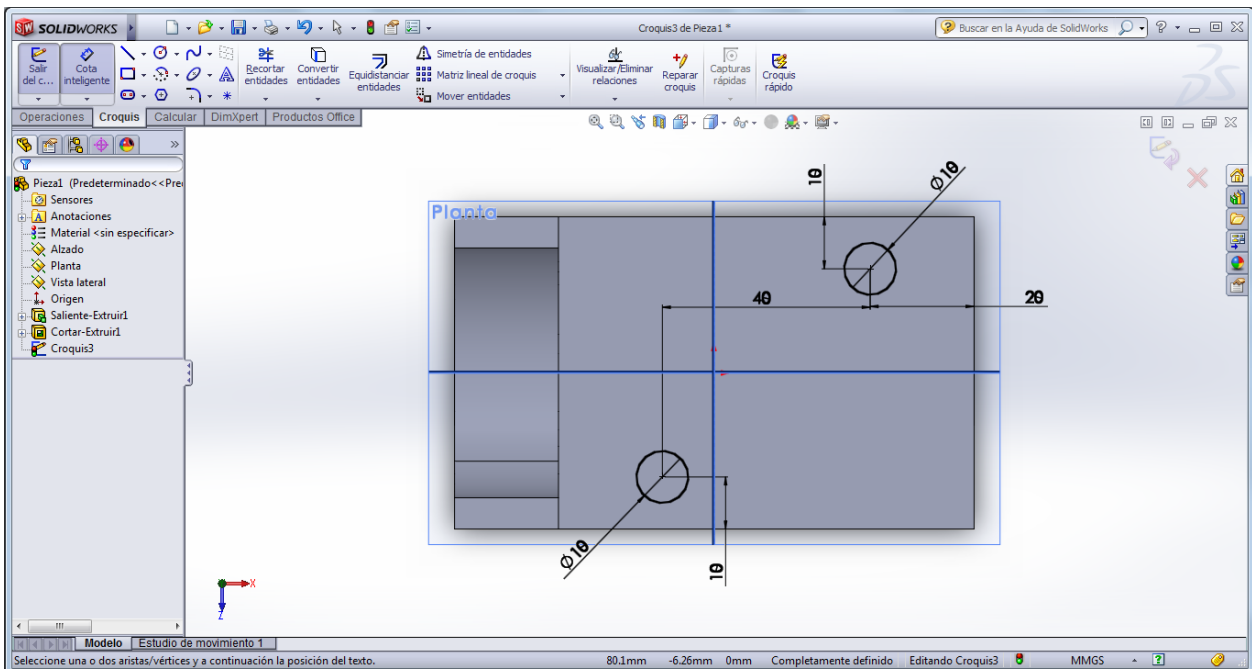

Figura 11. Croquis para agujeros de la pieza.
- h) Sólo falta crear los agujeros en la base de la pieza. Para ello también se usará la operación *extruir corte*, siguiendo el mismo procedimiento anterior. En este caso, los croquis dibujados serán dos círculos ubicados de acuerdo a lo indicado por la pieza, y la cara seleccionada para dibujarlos será la superior de la base. Los croquis dibujados se muestran en la Figura 11.